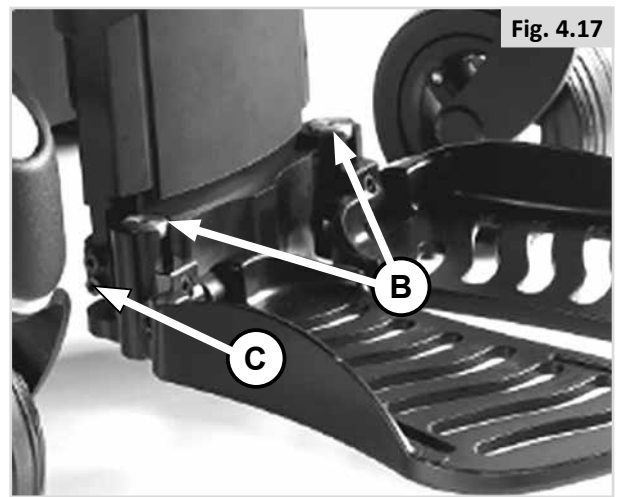

Fig. 4.17
4.6.1 Cómo establecer la longitud inferior de la pierna (Fig. 4.17):
- Afloje y retire los tornillos (los dos inferiores) ubicados a ambos lados de las plataformas reposapiés. (C).
- Ajuste los tornillos (los dos inferiores). (C).